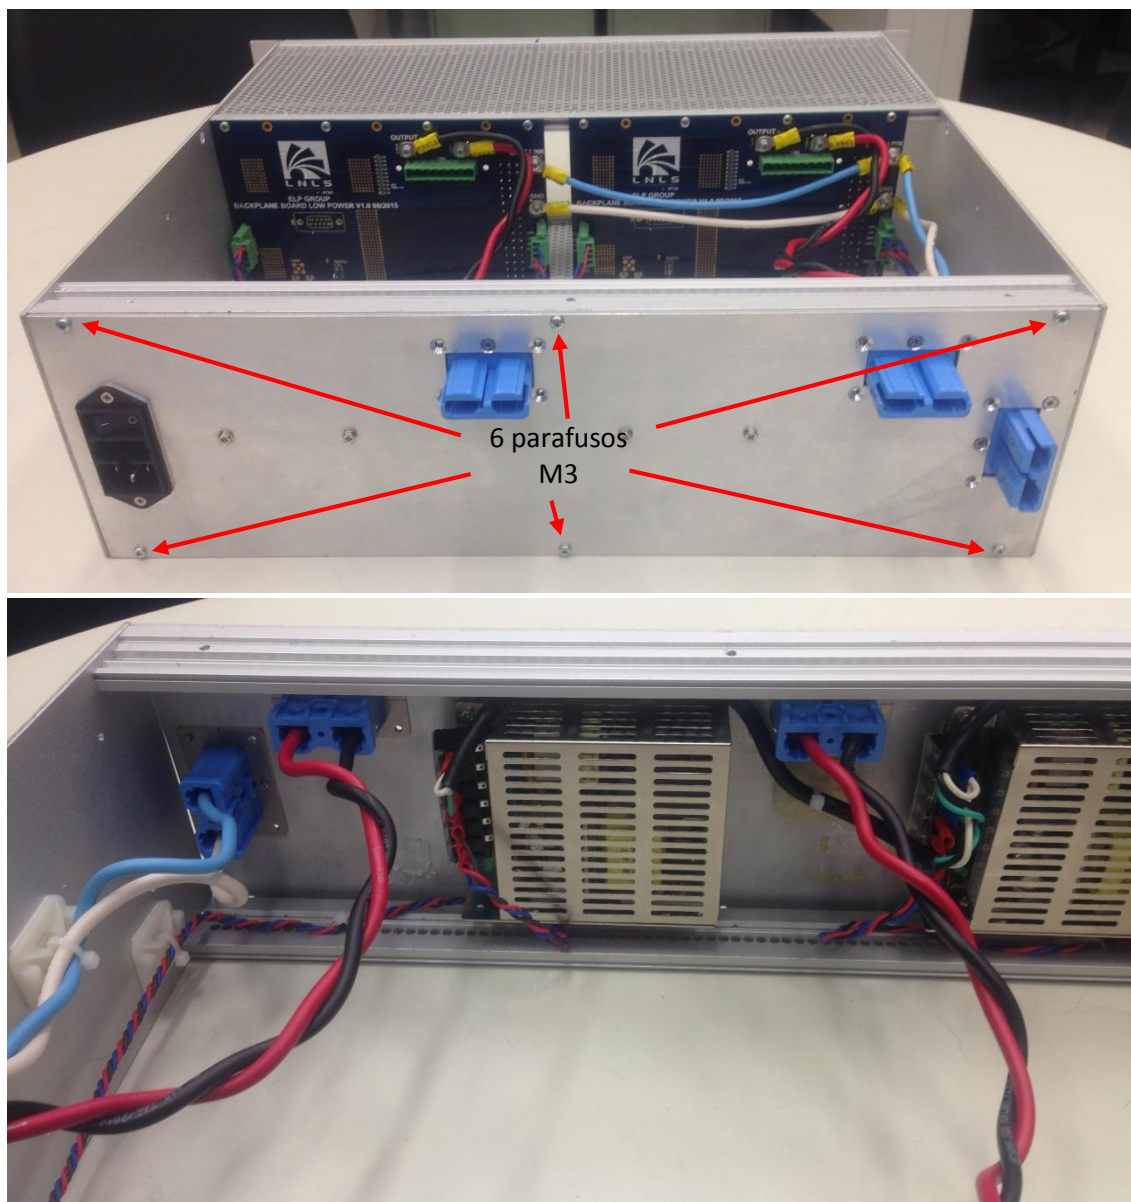

Figura 21 - Montagem da chapa traseira no sub-bastidor
- 4.3.6 Levantar a chapa traseira, encaixando-a na abertura traseira do sub-bastidor. Alinhar as 3 porcas dos trilhos superior e inferior com os furos da chapa. Apertar os 6 parafusos cabeça-panela M3, conforme indicado na Figura 21. Inserir os terminais dos cabos DC\_LINK e I\_OUT nos conectores Anderson Power da chapa traseira até travarem.